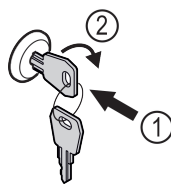

Fig. 44
- ▶ Insérer la clé Fig. 44 (1).
- ▶ Tourner la clé à 90° dans le sens horaire Fig. 44 (2).